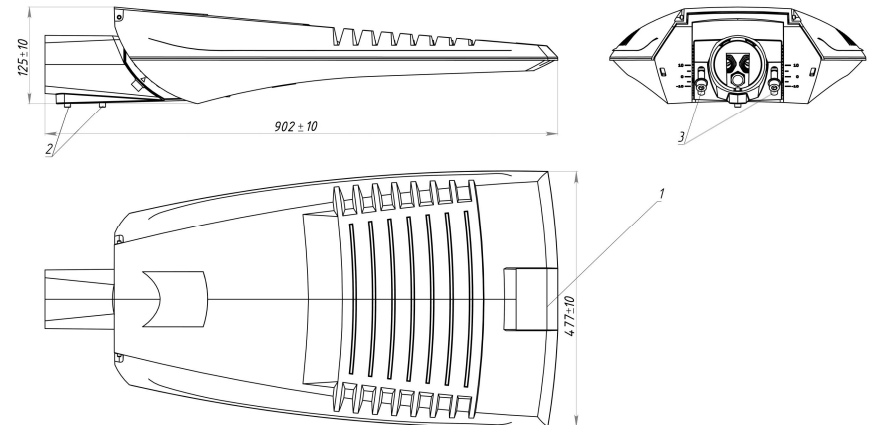

Рисунок 1
2.1 Светильник для утилитарного наружного освещения серии GALAD Урбан (Рисунок 1) предназначен для освещения улиц, дорог, площадей, бульваров, автостоянок, железнодорожных платформ, дворовых территорий и площадей перед торговыми центрами.